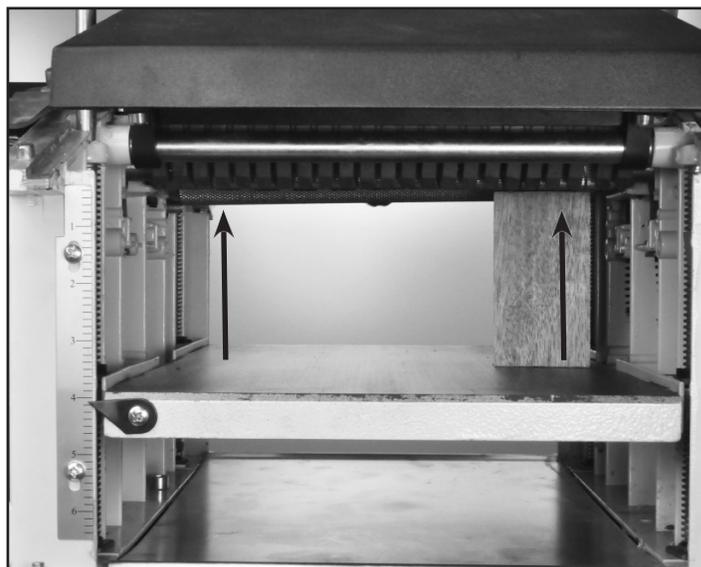

FIG. 23
4. Coloque un bloque de calibre (FIG. 23) u otra herramienta de medición, en la mesa de la cepilla, directamente debajo del cabezal de corte.